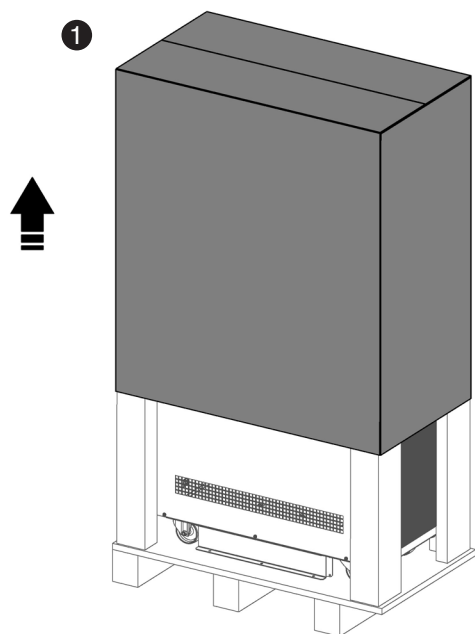
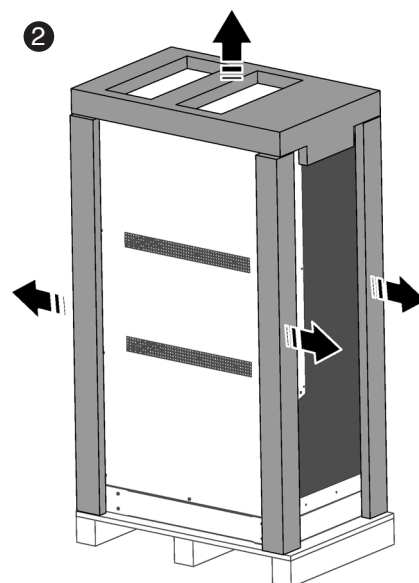

Fig. 21. Retrait de l'emballage en carton.
Fig. 28. Retrait des cantonnières et du couvercle en plastique.
Les Fig. 21 à Fig. 28 représentent à titre d'exemple les illustrations correspondantes à l'armoire ASI de 30 kVA ou 40 kVA.
- 1 Pour déballer l'équipement, coupez les bandes du boîtier en carton et retirez-le par le haut comme s'il s'agissait d'un couvercle (Fig. 21) ou démontez-le avec les outils nécessaires si le boîtier est en bois.
- ❷ Retirez les cantonnières et le couvercle en plastique (Fig. 28).